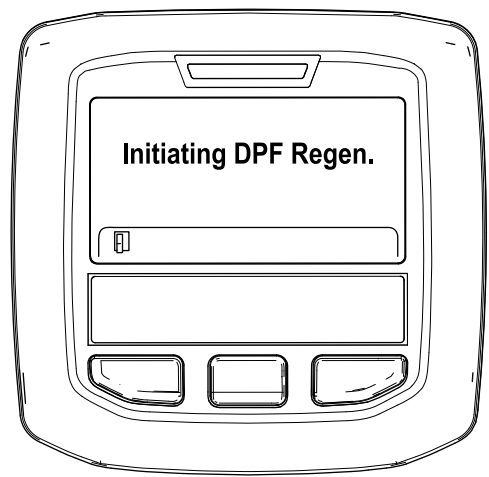

Figura 50
- A. Viene visualizzato il messaggio "Inizializzare Rigen. FAP" (Figura 50).